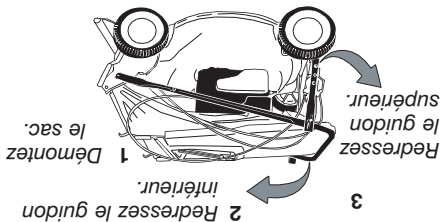
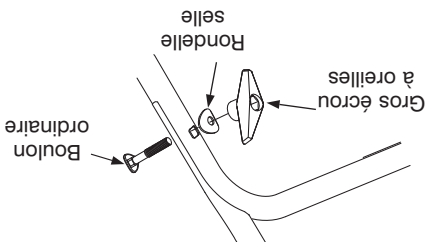

Figure 1
Figure 2
- Démontez le sac à herbe de la tondeuse et mettez-le de côté. Voir la Figure 1 (premier point).
- Redressez le guidon inférieur dans la direction indiquée à la Figure 1 (deuxième point) jusqu'à ce qu'il s'enclenche en position.
- Redressez le guidon supérieur dans la direction indiquée à la Figure 1 (troisième point). Serrez les écrous à oreilles qui se trouvent déjà sur le guidon. Voir la Figure 2.